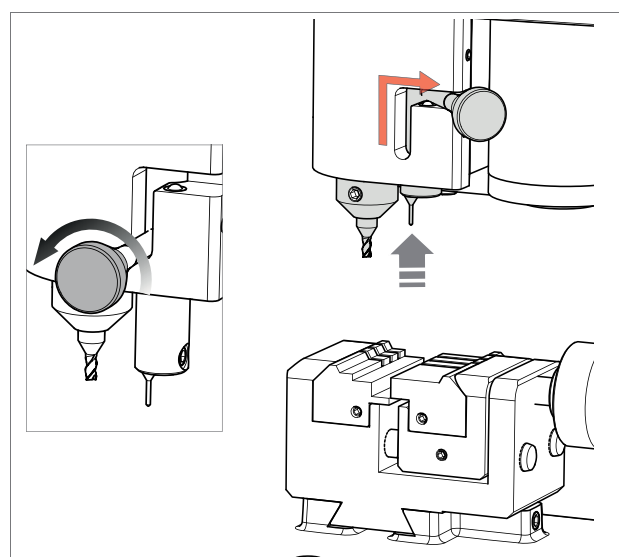

Fig. 55
• DESACTIVAÇÃO DO PALPADOR 01T (Fig. 55)
Observação: para operações de corte e/ou descodificação com o palpador 02T, o palpador 01T deve encontrar-se em posição de repouso (Fig. 55). **SUBSTITUIR O PALPADOR 02T PELA FRESA INDICADA PELO SW ANTES DE CORTAR UMA CHAVE.**